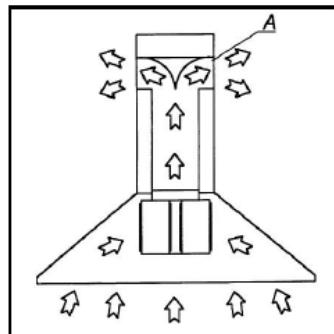

Fig.2
VERSIÓN FILTRANTE (Fig.2) (En option) : Évacue les fumées et les odeurs aspirées recyclées normalement de nouveau à l'intérieur du local (A). Cette option est généralement utilisé lorsqu'il n'y a pas de possibilité d'évacuation vers l'extérieur.